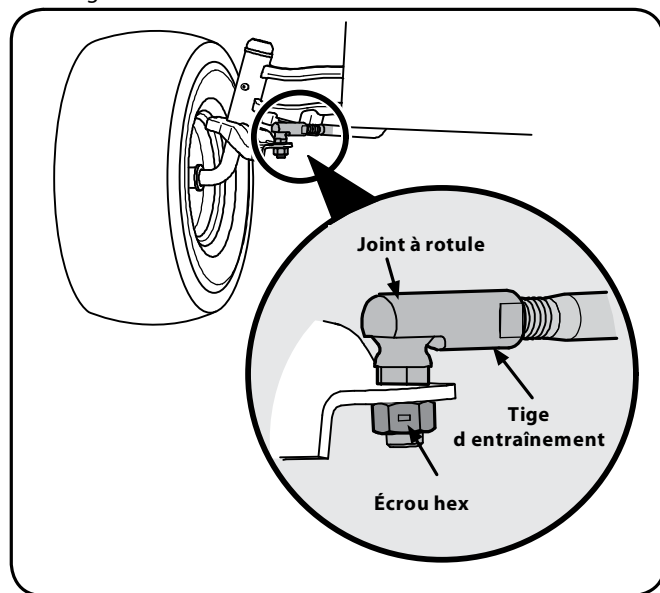

Figure 6-7
1. Enlevez l'écrou hex. sur le dessus du joint à rotule. Voir la Figure 6-7.